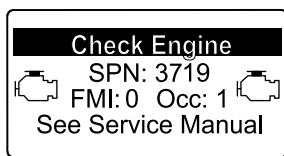

Figura 56
- Avvertenza motore SPN 3719, FMI 0 (Figura 56)